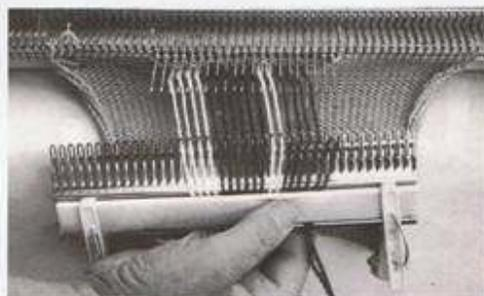

Fig. 89 B
11) Relever la plaque à broder, de telle sorte que les fils à broder soient au niveau des aiguilles, mais en déplaçant d'une aiguille vers la droite la plaque à broder. Poser les fils à broder sur les aiguilles (fig. 89-B) et laisser pendre la plaque à broder. Tricoter 2 rangs.